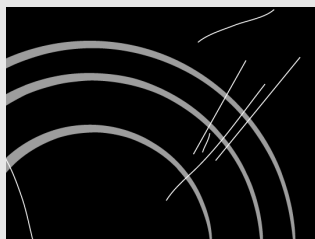

рис. 1
Очищайте **стеклокерамическую поверхность** каждый раз после ее использования (**ждитесь, пока она остынет!**), иначе даже малейшие загрязнения при следующем использовании будут пригорать к нагретой поверхности. **Каждый раз перед использованием** протирайте со стеклокерамической поверхности и дна посуды пыль и грязь, которые могут поцарапать поверхность (рис. 1). **Наибольшие загрязнения** можно устранить мягкой влажной тряпкой. Затем протрите чистую поверхность насухо (рис. 3).
- ⚠ **Для очистки варочной поверхности нельзя использовать агрессивные чистящие спреи и неподходящие жидкие чистящие средства (рис. 1 и 2).**